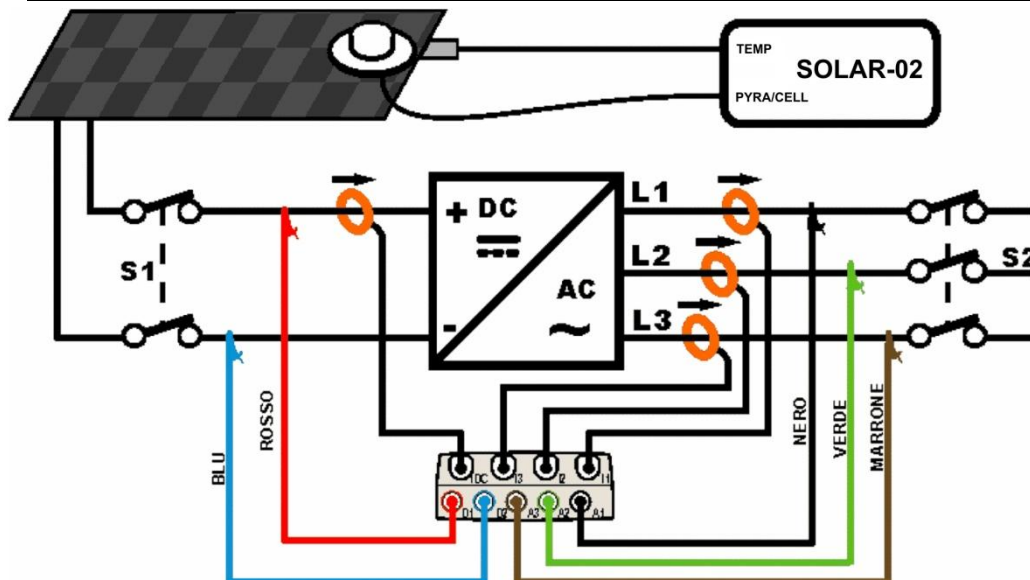

Fig. 227: Ligação do instrumento num Sistema FV-3 com SOLAR-02
3. Ligar as entradas **D1** e **D2** respectivamente aos pólos positivo e negativo de saída da *string*. Ligar as entradas **A1**, **A2**, **A3** aos condutores de Fase respeitando as cores como se mostra na Fig. 227
4. Ligar as pinças CA aos condutores de Fase L1, L2, L3 **respeitando o sentido da seta** presente nas referidas pinças conforme indicado na Fig. 227. Ligar a saída das pinças respectivamente às entradas **I1**, **I2**, **I3** do instrumento